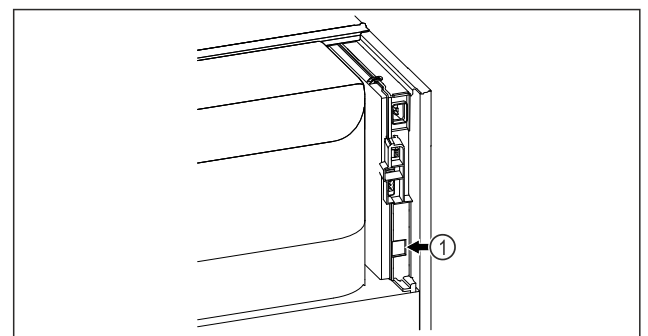

Fig. 92
- SmartModule Fig. 92 (1) je nasadený.